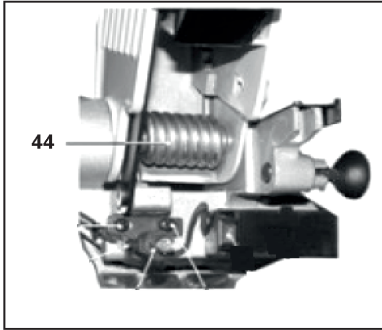
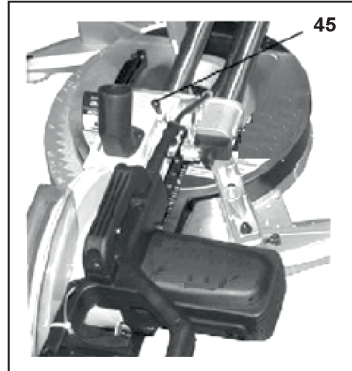

Рис. 9
Рис. 10
Возвратная пружина (44) (Рис. 9), служит для автоматического подъема пильного диска (15) (Рис. 1) после пиления. Жесткость возвратной пружины (44) регулируется винтом (45) (Рис.10).